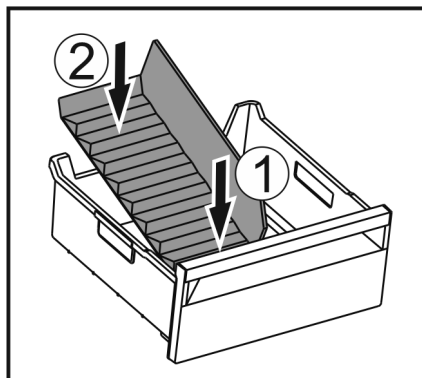

Fig. 259
- Introduceți partea frontală a separatorului pentru compartimentul de gheață. Fig. 259 (1)
- Coborâți partea posterioară a separatorului pentru compartimentul de gheață până la baza sertarului. Fig. 259 (2)